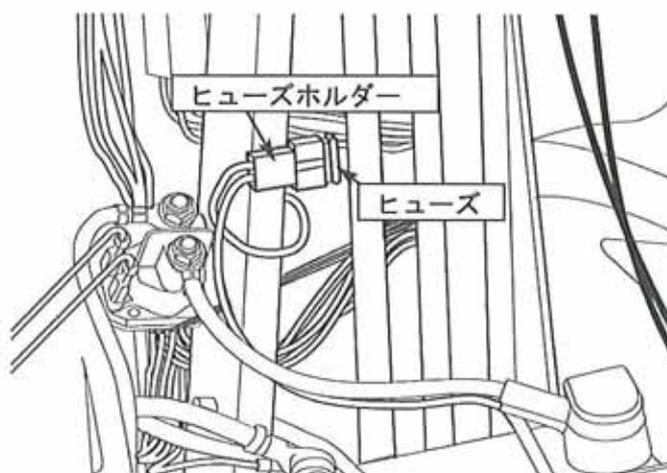

図 19
- ヒューズは、バッテリー近くに、取り付けられています。(図 19)